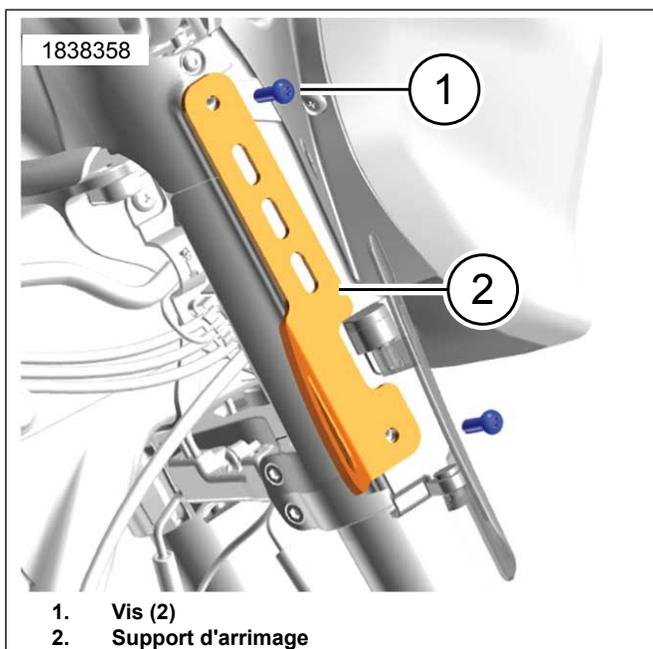

Figure 2. Installation du support d'arrimage
1. Figure 2 Installez le support d'arrimage (2) et les **nouvelles** vis (1).